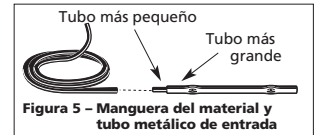

Figura 5 – Manguera del material y tubo metálico de entrada
8. Asegúrese que la manguera del material sea sujeta fuertemente al tubo más pequeño (y no toque el tubo más grande) del tubo metálico de entrada (v Figura 5).